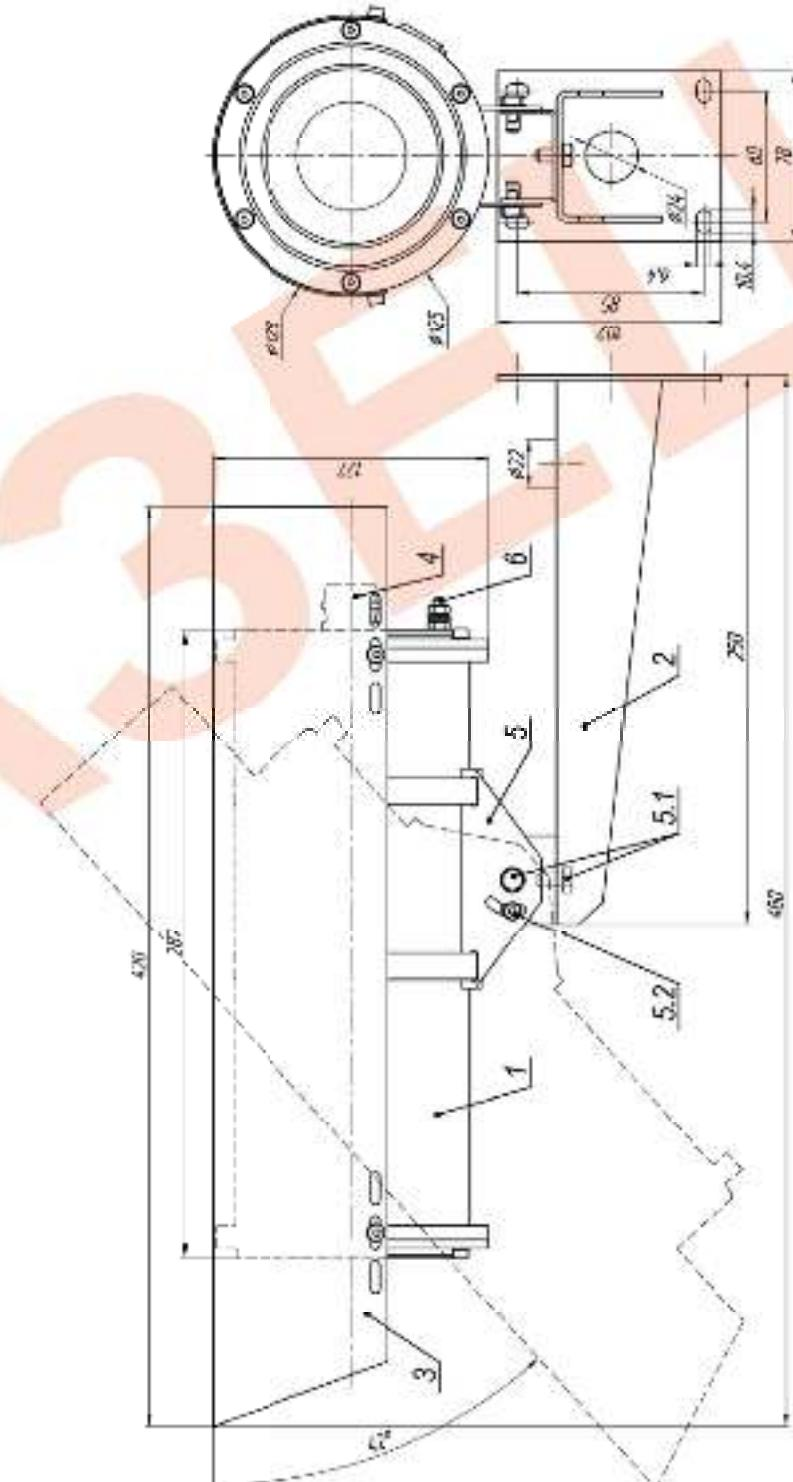

Рис.1 Габаритные и установочные размеры ТВК-193 IP
2. Ослабить болты к винты фиксации шарнира (поз.5.1 и 5.2 рис.1), установить гермобокс на нужное направление обзора, после чего надежно зафиксировать шарнир затянув выше перечисленные болты и винты.
3. Заземлить гермобокс с помощью болта заземления (поз.6 рис.1).
Состав изделия: (см. рис.1)